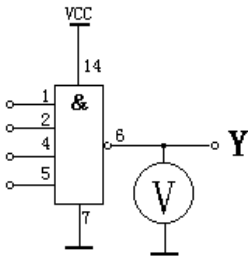

图 5-1 与非门逻辑功能测试接线图
(1)选用双四输入与非门 74LS20 一只。按图 5-1 接线，输入端连接逻辑电平，输出端接 LED 电平指示，通过发光二极管的亮、灭来观察其输出状态。